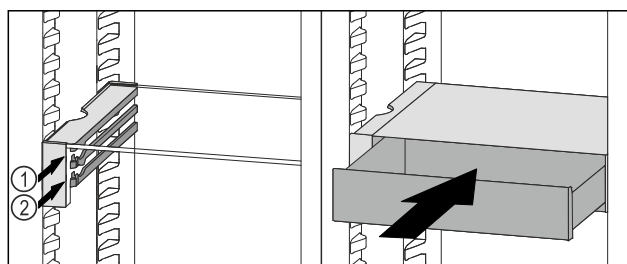

Fig. 105
- ▶ Założyć szufladę VarioSafe za stoperami na wybranych żebrowaniach Fig. 105 (1) lub Fig. 105 (2).